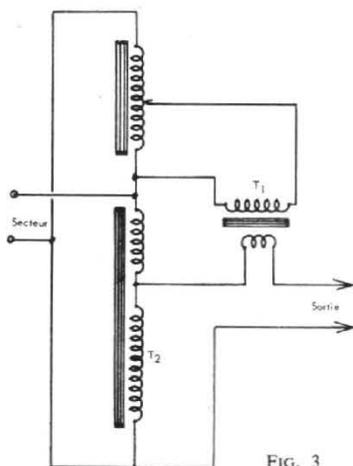

FIG. 3
- un transformateur à curseur rotatif (type « Variac »), agissant directement sur la lampe de l'agrandisseur, ou (Fig. 3) par l'intermédiaire d'un transformateur T_1 abaisseur de tension, permettant d'ajouter une tension de l'ordre du 1/5 de la tension secteur à cette dernière, préalablement réduite de 10 % par un auto-transformateur T_2 ;